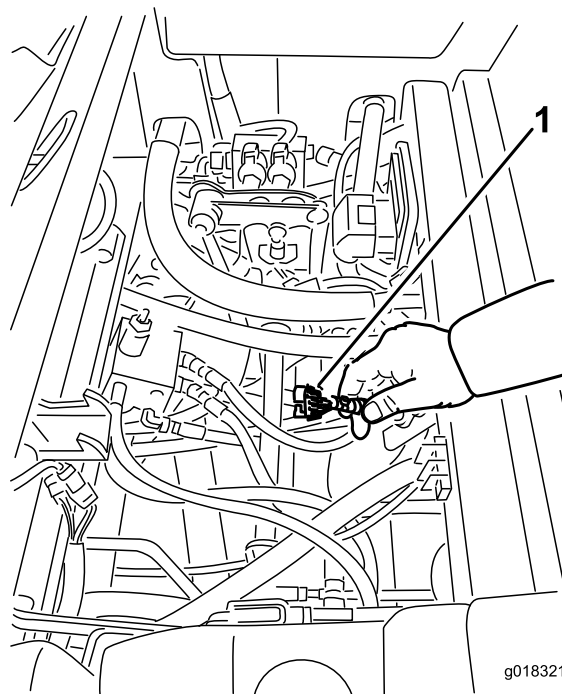

Рисунок 22
3. Найдите жгут проводов и разъемы рядом с контроллером (Рисунок 22).